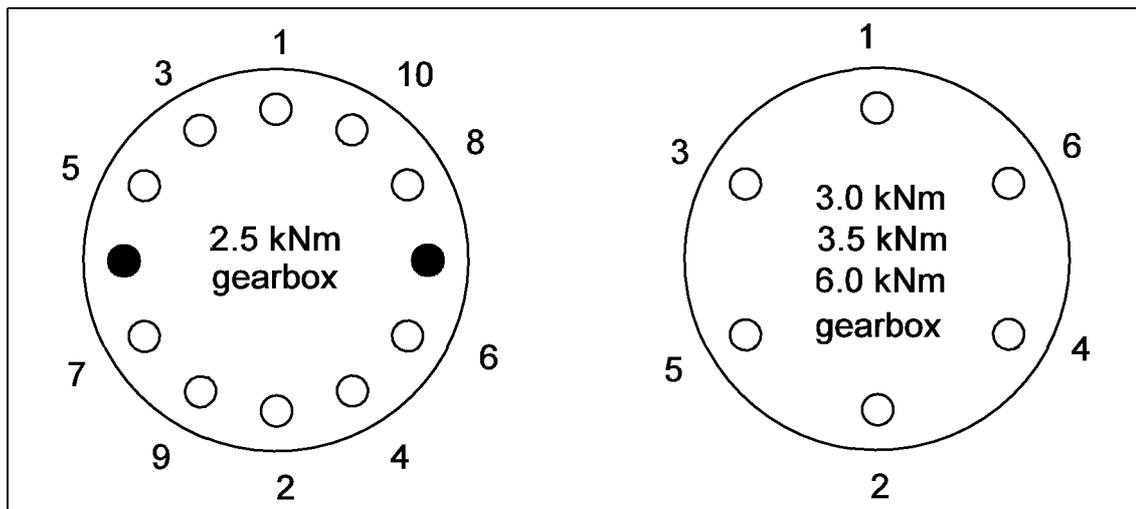

Figura 4.1.7
**Ingranaggi 2.5 kNm** Infilare le 10 viti (5/16" UNC) che fissano la scatola ingranaggi alla relativa flangia e serrarle ad una coppia di 22 Nm nell'ordine indicato nella figura 4.1.7. Utilizzare esclusivamente una chiave esagonale da 1/4". Evitare l'uso di una chiave da 6 mm, in quanto essa potrebbe danneggiare le viti.
6.0 kNm** Infilare le 6 viti (M16) che fissano la scatola ingranaggi alla relativa flangia e serrarle ad una coppia di 197 Nm nell'ordine indicato nella figura 4.1.7.